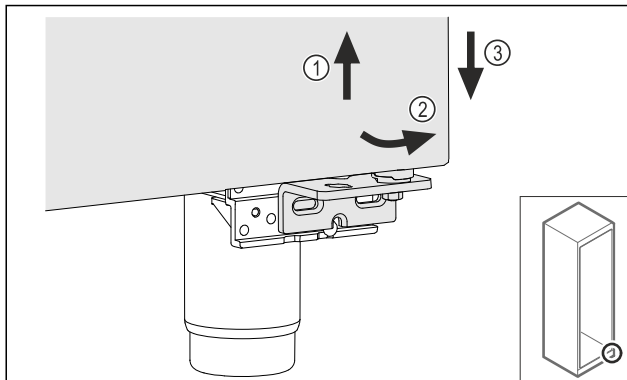

Fig. 19
- Tür leicht anheben Fig. 19 (1), unten nach vorne kippen Fig. 19 (2) und absenken Fig. 19 (3).